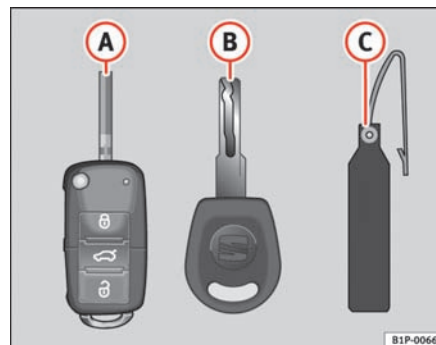

Fig. 62 Nøglesæt
- en nøgle med fjernbetjening ⇒ fig. 62 A (nøglen kan klappes ud)
Det er kun muligt at få lavet ekstranøgler ved hjælp af nøglenummeret på nøglevedhængen ⇒ fig. 62 B. Derfor skal du være opmærksom på følgende:
- Anvend de to nøgler, der følger med bilen ⇒ side 94, fig. 62, nøglen med fjernbetjening **A** og den normale nøgle **B**.